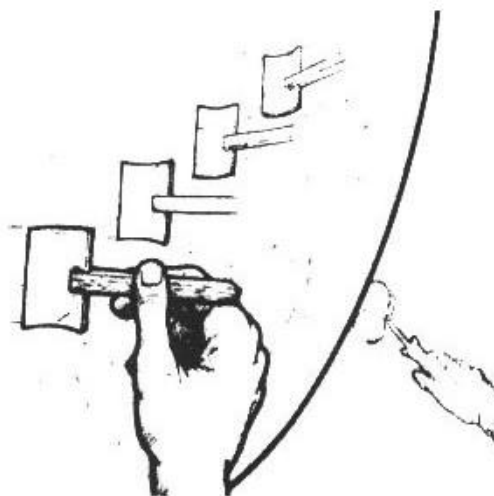

Figura 3-20 Peine la capa fresca de epoxi con una brocha de espuma para eliminar burbujas y marcas del rodillo.
7. Una vez aplicada una dosis, pase una brocha de espuma con pasadas largas, ligeras, uniformes y solapadas sobre el epoxi fresco. Aplique la suficiente presión para eliminar el grano pero sin quitar parte del recubrimiento (*Figura 3-20*).